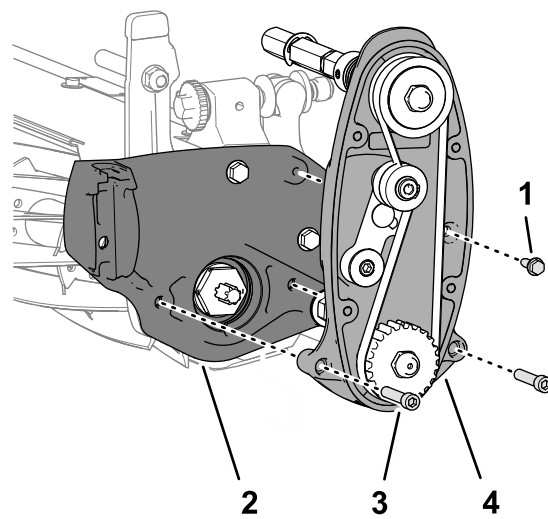

Рисунок 7
3. Выверните 2 винта с внутренним шестигранником (5/16 x 1 1/2 дюйма) из 2 контргаяк (невыпадающих, удерживаемых в боковой пластине), которые крепят узел привода барабана к боковой пластине режущего блока, и снимите привод барабана (Рисунок 7).